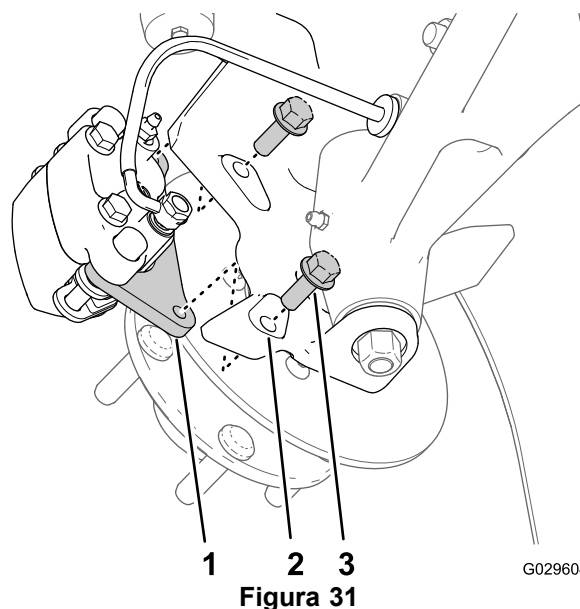
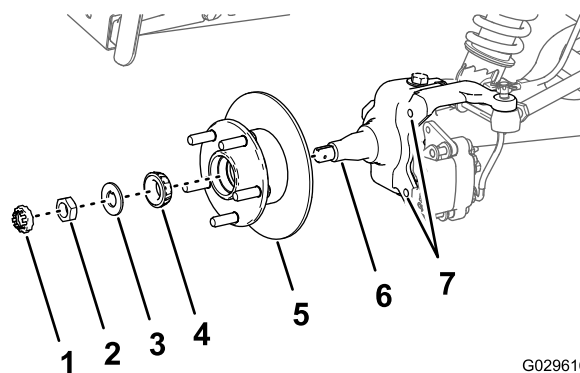

Figura 31
Figura 35
3. Togliete i bulloni a testa flangiata (3/8 x 1 poll.) che fissano la staffa del gruppo del freno al mandrino e separate il freno dal mandrino (Figura 31).
1. Lubrificate leggermente il mandrino con il grasso specificato (Figura 35).
2. Montate il mozzo e il rotore sul mandrino con il rotore verso l'interno (Figura 35).
3. Montate il cuscinetto esterno sul mandrino e inserite il cuscinetto sull'anello esterno (Figura 35).
4. Montate la rondella di sicurezza sul mandrino (Figura 35).
5. Avvitare il dado del mandrino sul mandrino e serrate il dado mentre ruotate il mozzo (Figura 35).
2. Allineate le pastiglie dei freni su ciascun lato del rotore (Figura 31) e i fori sulla staffa della pinza con i fori sul supporto del freno del telaio del mandrino (Figura 35).
3. Montate la staffa della pinza sul telaio del mandrino (Figura 31) con 2 bulloni a testa flangiata (3/8 x 1 poll.) e serrate i bulloni a una coppia di 47–54 N·cm.